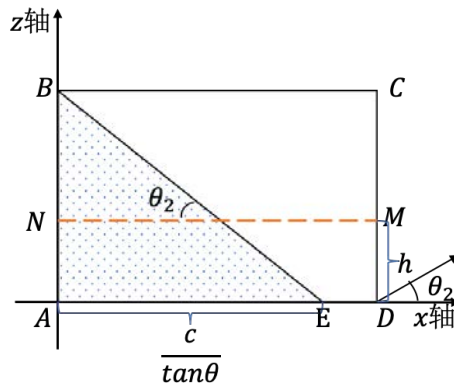

图 3：油面形状由三角形转入梯形临界点示意图
**情况二：**倾斜角度 $\theta$ 继续增大，直到增大到 $\theta_2$ ，之后油面将变成梯形形状，如图 3 所示。